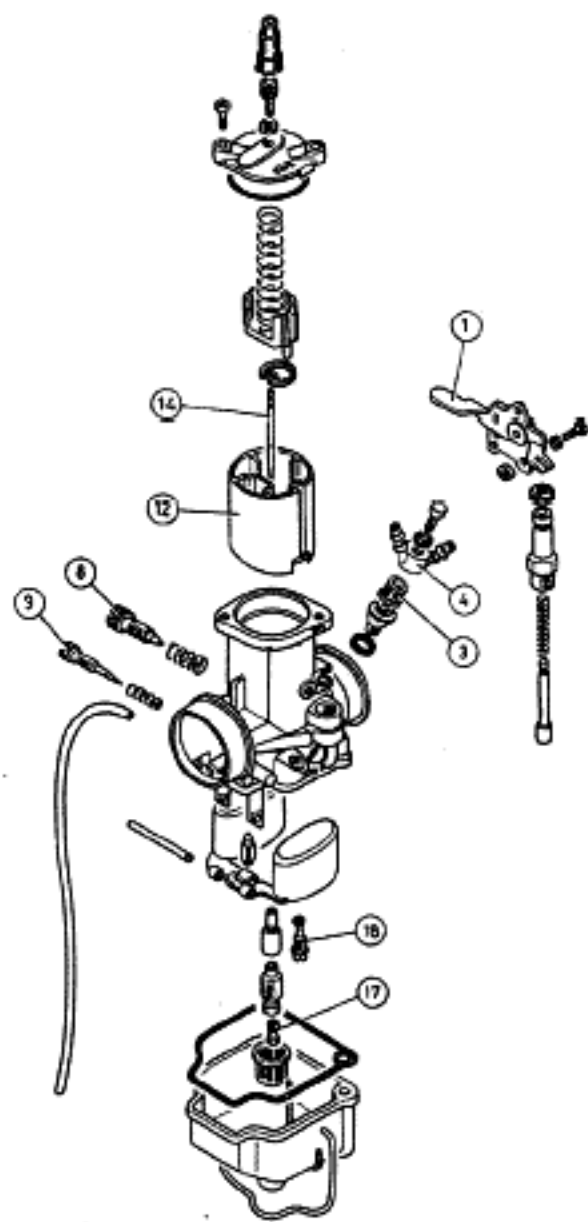

Fig. 10
**Ajuste de la marcha lenta (ralentí).** La marcha lenta adecuada es aquella que permite rodar a muy pocas revoluciones en primera velocidad. Para ello, graduar el tornillo 8 situado en el lado izq./dcho. del carburador (fig. 10/10 bis). Para aumentar o disminuir la marcha lenta se debe roscar o desenroscar dicho tornillo 8.
Para graduar la mezcla se dispone del regulador del aire 9 (fig. 10/10 bis), situado en el lado izq./dcho. del carburador. Para determinar la posición del regulador del aire, poner el motor en marcha lenta, roscar el regulador hasta el fondo y luego desenroscar  $\frac{3}{4}$  de vuelta. Si el motor no soporta bien esta graduación, roscar el regulador hasta que el motor tienda a pararse por mezcla demasiado rica. En este momento desenroscar el regulador hasta que el motor tienda a pararse por mezcla demasiado pobre. La graduación más adecuada será la media entre ambas graduaciones.
Fig. 10 bis